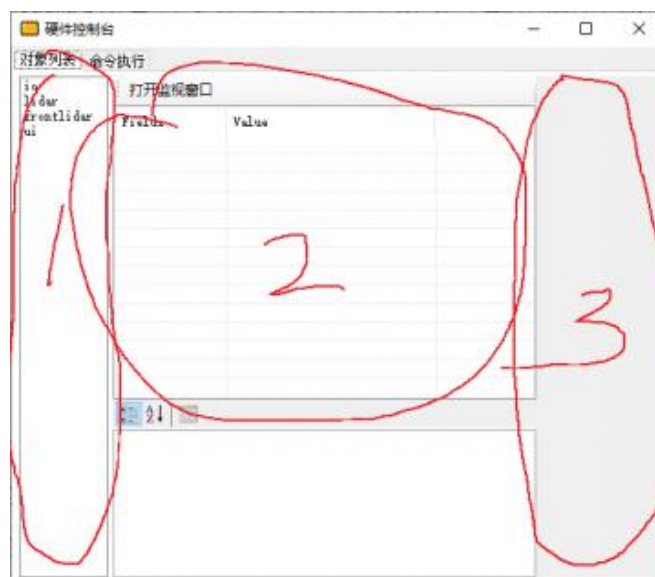

图 3.1-1
- IOObjectMonitor: 相当于普通的变量。与普通的成员变量唯一不同的点在于, 被设定为 IOObjectMonitor 的变量会在 UI 上显示。需要注意, 上面 3 种成员变量也会自动显示在 Medulla 的 UI 上 (图 3.1-1 的区域 2)。
全部的 4 种 Attribute 均有 desc 属性, desc 内容的字符串会显示在 Medulla 图 3.1-1 的区域 2 中。另外, AsUpperIO 与 AsLowerIO 还具有 timeOutReset 属性, 当设为 true 时, 若相关的变量没有被更新, 则会被置零。